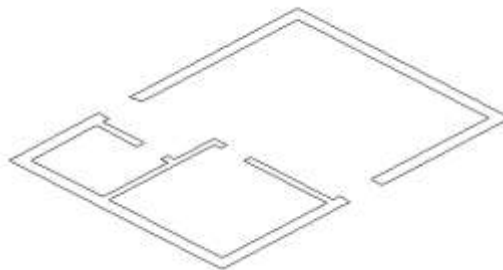

Рис. 17
- Сделайте Слой 3D пол текущим (Рис. 17)